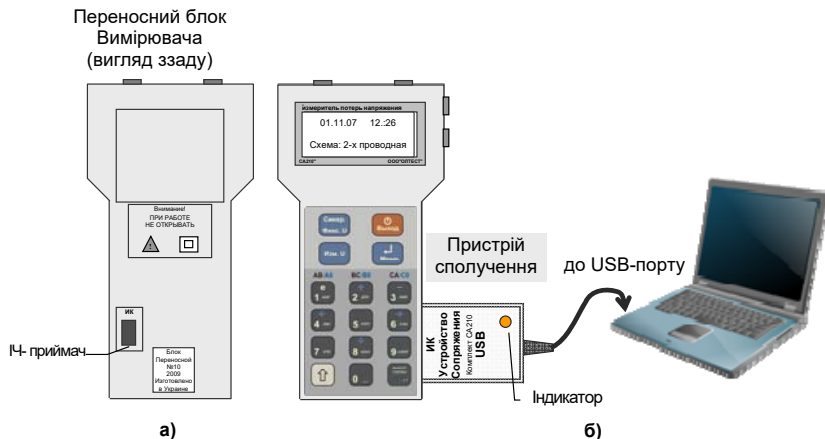

Рисунок 6.13 Підключення переносного блока Вимірювача до ПК
- 2) Підключити Пристрій сполучення до Вимірювача за допомогою інфрачервоного каналу (рисунок 6.13, а), для чого розташувати Пристрій сполучення під ІЧ-приймачем Вимірювача (рисунок 6.13,б).